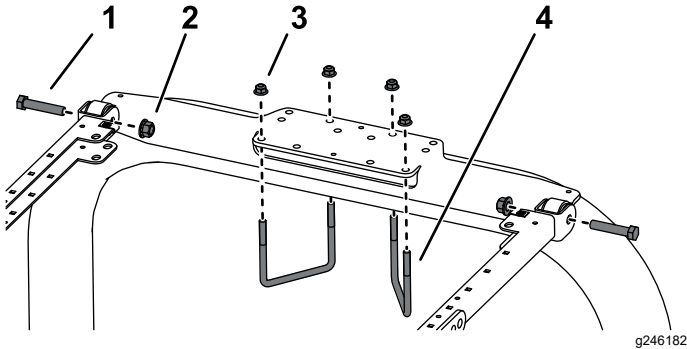

Figura 3
1. Posizionate la staffa di montaggio del ROPS sulla parte superiore del roll bar del trattorino (Figura 3).